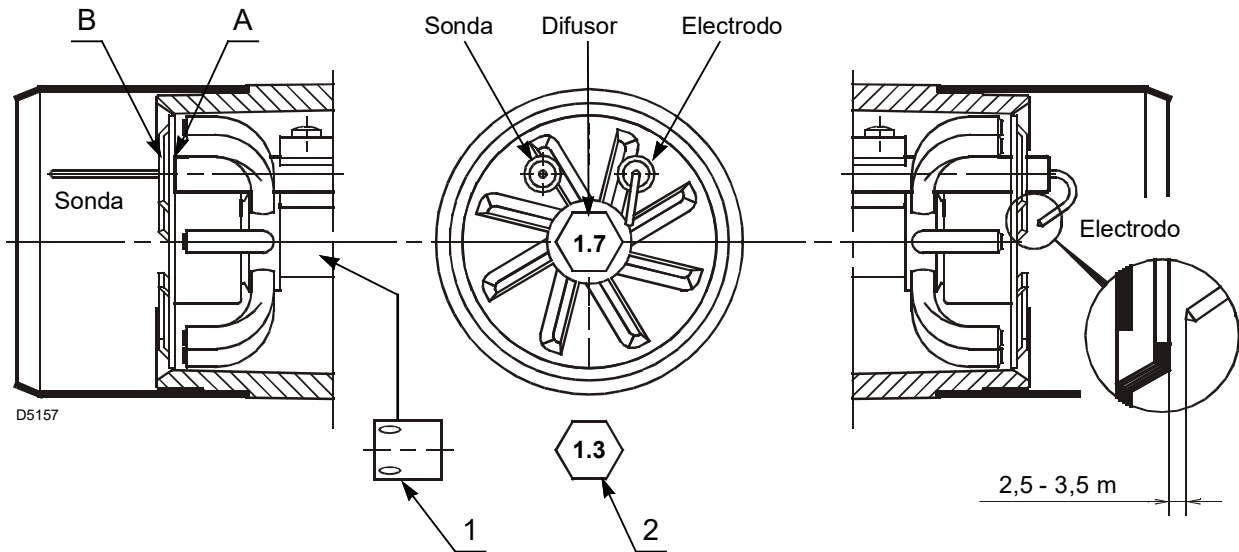

Fig. 12
No girar el electrodo de encendido; dejarlo colocado como muestra la Fig. 12.
Apoyar la cerámica del electrodo A) a la hélice B)(Fig. 12).
- introducir la reducción 1)(Fig. 12);